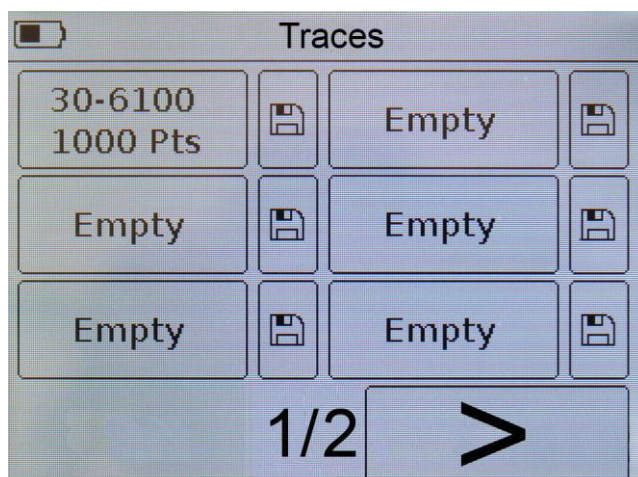

Рисунок 9.27 – Меню для сохранения результатов измерений
9.10.4. Для просмотра сохранённых результатов измерений и их сравнения с текущими, нажмите на частотное задание. Фон поля с частотным заданием станет черным. Перейдите в графики с измерениями. Сохранённые результаты измерений на графике будут отображаться в виде графика (трассы) оранжевого цвета (Рисунок 9.27).